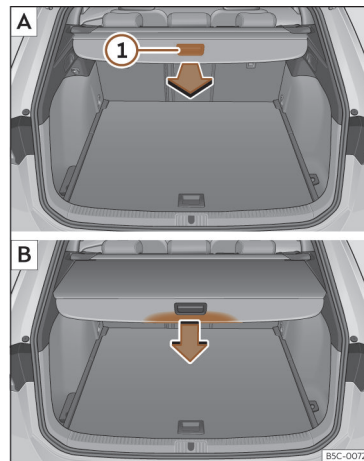

Fig. 183 Na bagageira: desenrolar e enrolar a chapeleira.
- Puxe uniformemente a chapeleira pela pega >>> **Fig. 183** ① para trás e retire-a até ao limite até ouvir o som de encaixe.
- Pressione a pega da chapeleira no sentido da seta até desbloqueá-la >>> **Fig. 183** ②.